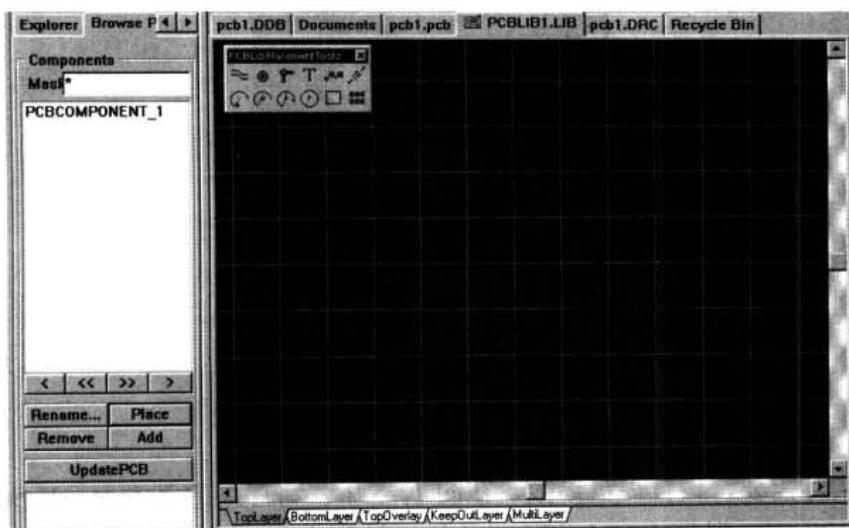
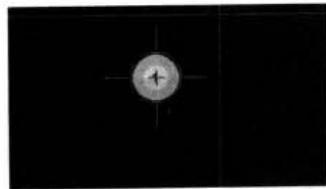

图 17-2 元件编辑器的编辑界面
图 17-3 放置一个后的状态
- (1) 运行 Protel 99 SE，执行 File|New 命令，在弹出的 New Document 对话框中选择 PCB Library Document 文档，即进入元件库编辑器。编辑管理器的界面，如图 17-2 所示。
- (2) 在工作区单击右键，弹出快捷菜单，选择 Place|Pad 命令；或者在 PCBLibPlacement Tools 工具栏（画图工具栏）中，单击 PlacePad 按钮 。
- (3) 光标变成十字形，在十字形中间的圆形图形就是要放置的焊盘，在工作区中拖动焊盘到适当的位置，单击左键，放置焊盘，其结果如图 17-3 所示。